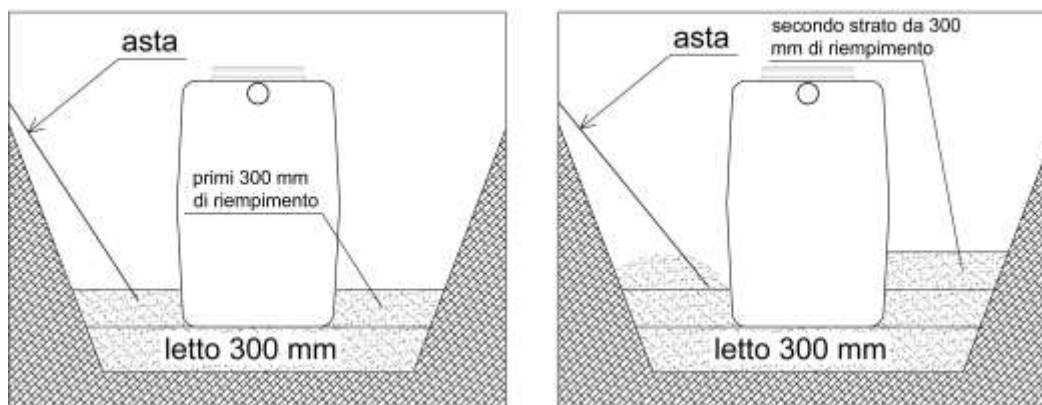

Figura 4-7 RIEMPIMENTO CAVO DI POSA
- Dopo aver poggiato il manufatto sul letto di posa (spessore 300 mm), mettere altri 300mm di materiale di riempimento (Figura 4-7), intorno al manufatto;
- Porre altri 300mm di materiale di riempimento (si è ora a 900 mm circa) per assicurare un corretto sostegno al manufatto (Figura 4-7);